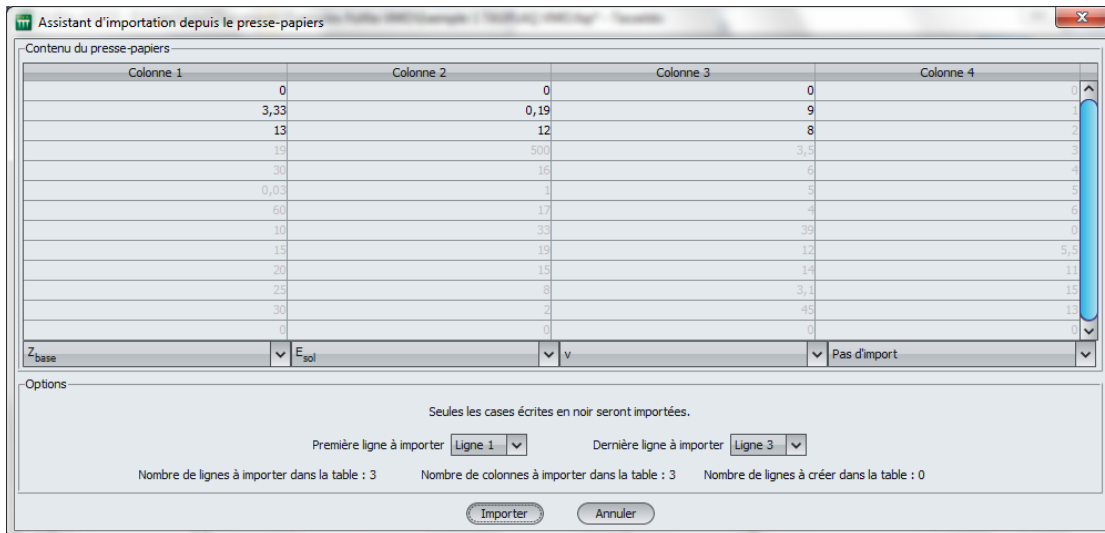

Figure C.34 : Contenu du presse-papiers détecté par Foxta
3. Sous Foxta, cliquer sur le bouton **Assistant modification avancée de la table** puis sur le bouton **Importer** : Foxta détecte qu'il y a des valeurs dans le presse-papiers et les affiche dans la fenêtre de l'assistant (cf Figure C.34) ;